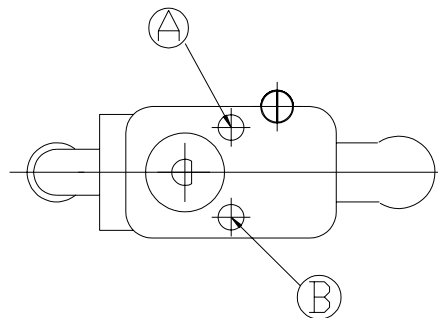

Bild 9: Thermostatischer Hahn
- b) Schrauben A und B (Bild 9). Hahnkegel herausnehmen und Fett reinigen